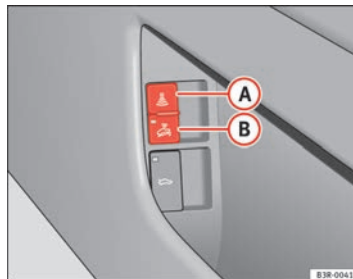

Abb. 78 Taster der Innenraumüberwachung
- Öffnen Sie die Tür und ziehen Sie am Taster  mit dem Symbol  seitlich an der Fahrertürablage ⇒ Seite 112, Abb. 78.